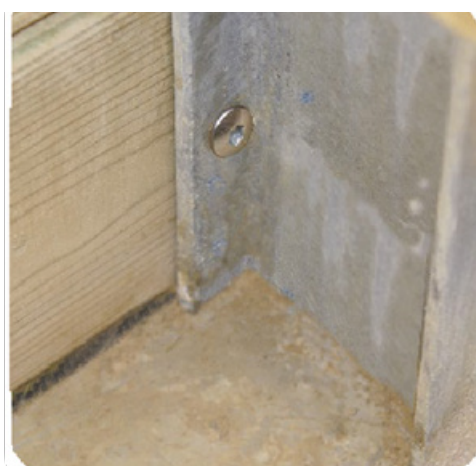

Figura 11 – Bloqueo de tablonos en los puntales
- en los 4 puntales (estos están perforados previamente, como se muestra en la *Figura 11*) utilizando 36 tornillos A2 torx 6 × 30 de acero inoxidable A2 (bolsa D).